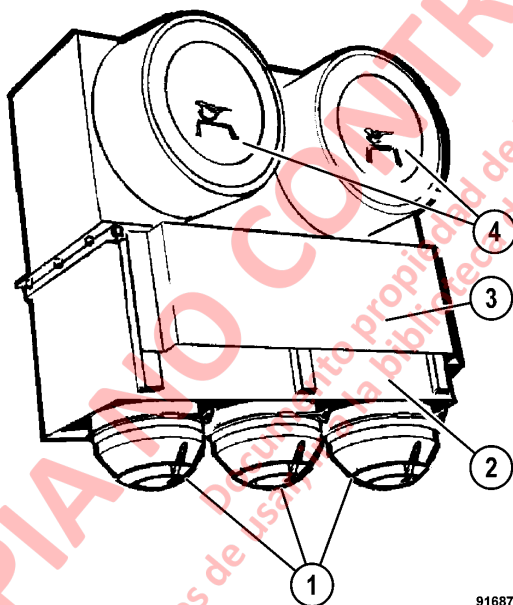

FIGURA 5-1. DEPURADORES DE AIRE DEL MOTOR
La demanda de aire del motor crea un vacío en los depuradores de aire y provoca la absorción del aire externo a través de las entradas de aire en los depuradores. El aire sucio que ingresa es absorbido por una serie de tubos diseñados para producir una acción ciclónica. A medida que el aire pasa por la porción externa de los tubos, se produce un movimiento circular que provoca que las partículas de polvo y suciedad sean expulsadas desde la corriente de aire hacia los colectores de polvo (1, Figura 5-1). Al mismo tiempo, la corriente de aire cambia y se dirige a través del centro de los tubos hacia la cámara del filtro. Aquí, el aire pasa a través del elemento del filtro principal y del filtro de seguridad, para luego salir por la salida de aire limpio hacia el sistema de admisión de aire del motor. La función del filtro de seguridad es aumentar la confiabilidad y la protección del motor.
1. Apague el motor. Limpie cualquier suciedad y polvo alrededor de la cubierta del elemento del depurador de aire (4, Figura 5-1).